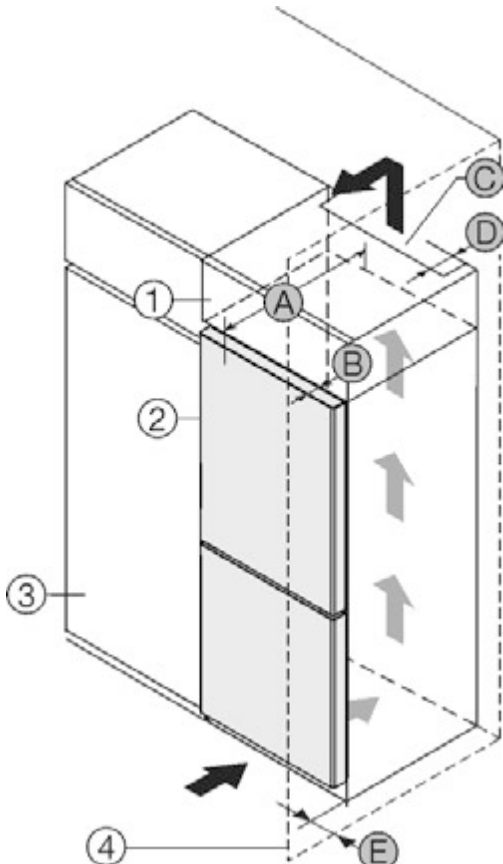

Fig. 1
- (1) Шафа для встановлення на пристрій*
- (2) Пристрій*
- (3) Кухонна шафа*
- (4) Стінка*
- (A) Глибина пристрою*
- (B) Глибина дверей*
- (C) Вентиляційний зазор*
- (D) Відстань задня сторона пристрою*
- (E) Відстань до сторони пристрою*
Пристрій встановити безпосередньо поряд із кухонною шафою Fig. 1 (3).*
Встановити пристрій на відстані 5 см між пристроєм та кухонною шафою Fig. 1 (3).*
Глибина Fig. 1 (D) вільного простору вздовж усієї задньої сторони шафи повинна бути.*
Слід дотримуватись вентиляційного отвору Fig. 1 (C) в стелі приміщення.*
Якщо пристрій встановлюється поряд зі стінкою Fig. 1 (4), відстань між пристроєм та стінкою повинна бути не менше 40мм. Це відповідає необхідній відстані для ручки після відкривання дверцят.*
Щоб мати можливість повністю відкривати дверцята, потрібно, щоб пристрій стояв на відстані глибина дверей Fig. 1 (B) відносно передньої панелі кухонної шафи. Залежно від глибини кухонних шаф Fig. 1 (3) та використання пристінних розпірок пристрій може ще більше видаватися вперед.*
Щоб мати можливість повністю відкривати дверцята, потрібно, щоб пристрій стояв на відстані глибина дверей (B) відносно передньої панелі кухонної шафи. Залежно від глибини кухонних шаф Fig. 1 (3) та використання пристінних розпірок пристрій може ще більше видаватися вперед.*